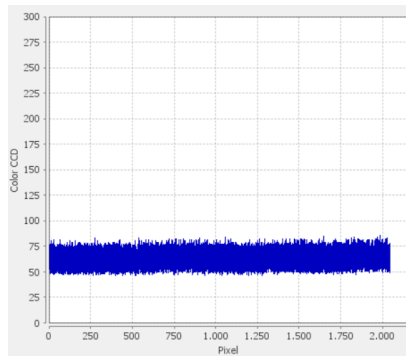

Figura 13: Sinal Azul teste 2
- Teste Azul 2: Apertar o botão Enviar 1000 para o ganho AD Azul Par e logo em seguida, Atualizar Canal Azul novamente. Uma imagem como a figura 13 deve ser exibida na tela;